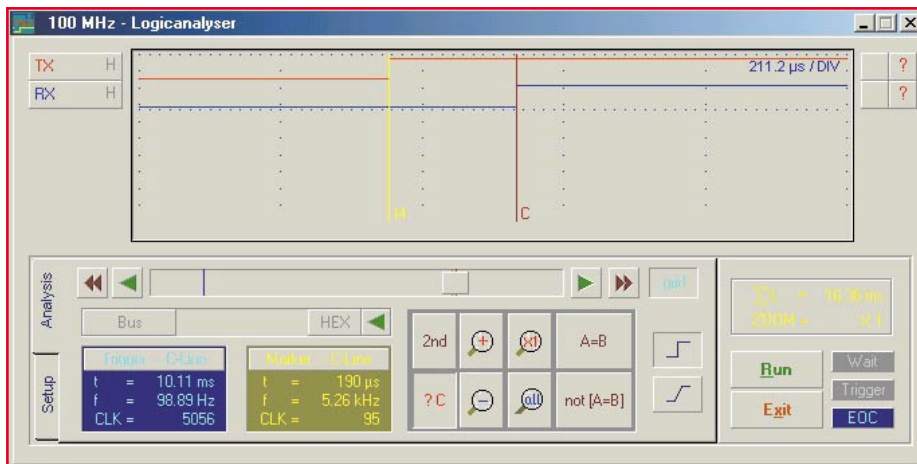

Bild 6: Weiter vergrößerter Bereich im Vergleich zur Abbildung 5
- Abbildung 6 zeigt einen noch weiter gezoomten Bereich. Mit Marker und Cursor lässt sich direkt die Signalverzögerung zwischen Send- und Empfangssignal ermitteln.